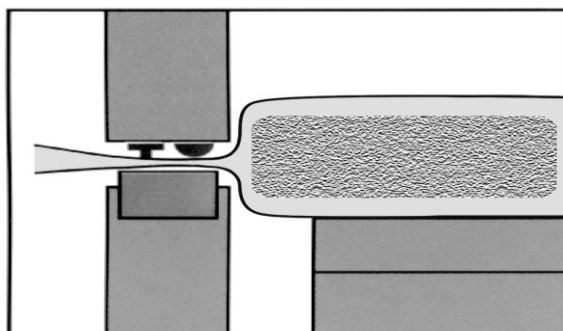

Рис. 2
- Пакет с продукцией укладывается в зону вакуумирования. Продукт в пакете должен как можно ближе прилегать к термосваривающей планке (Рис. 2) для улучшения внешнего вида и наиболее полного облегаения продукта.